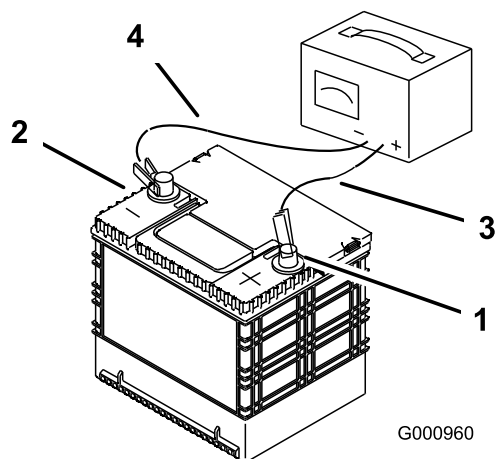

Figura 68
2. Quando la batteria è completamente carica, staccate il caricabatterie dalla presa elettrica e scollegate i cavi di ricarica dai poli della batteria (Figura 68).